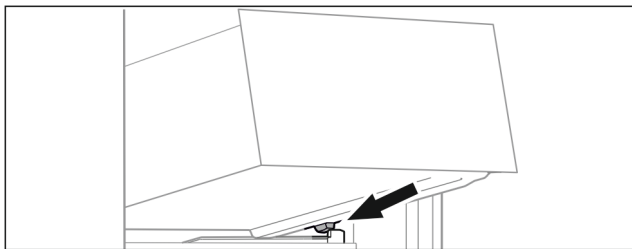

Fig. 58
- ▶ Наклоняя вниз, установите выдвижной ящик за стопоры на контейнерное ребро. (см. Fig. 58)